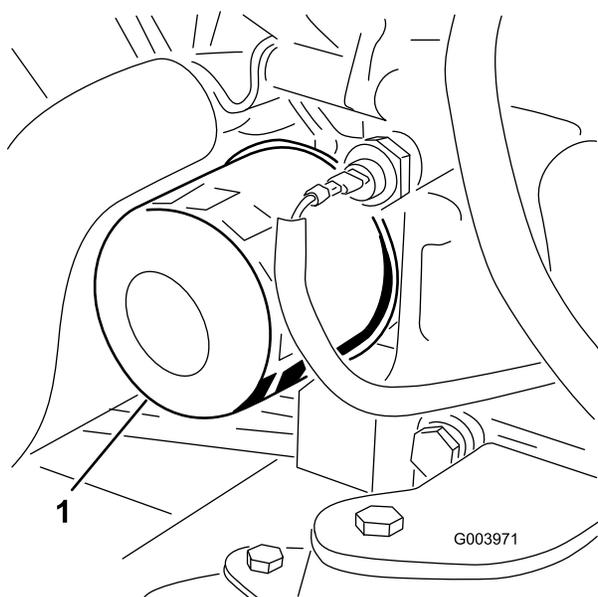

Рисунок 56
3. Снимите масляный фильтр (Рисунок 56).